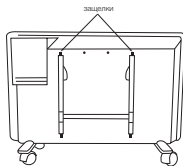

Рис. 4
- нажмите на защелки и потяните кронштейн на себя нажав вниз на две защелки (рис. 4);
защелки (рис. 4) на задней стенке обогревателя, и потяните сам обогреватель вперед. После того, как он будет снят, можно будет вымыть стенку, на которой он был установлен. После завершения уборки установите обогреватель в его нормальное рабочее положение.